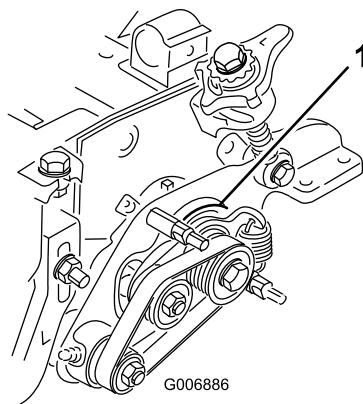

Figura 49
- Asegúrese de que el casquillo principal de transmisión (Figura 49) pivote libremente alrededor del cubo de transmisión.